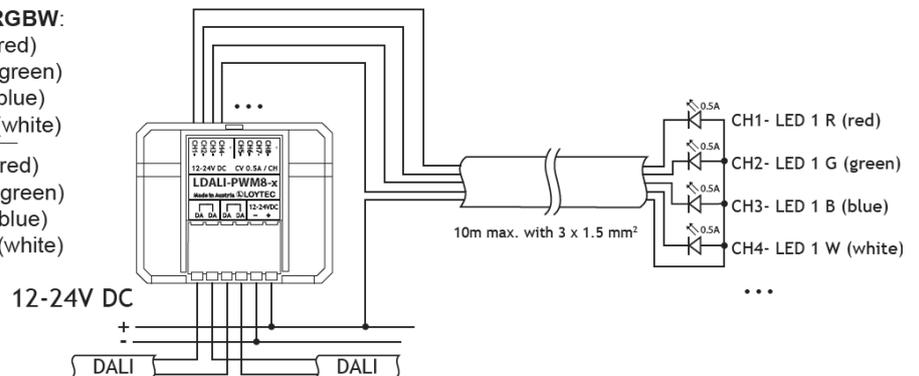
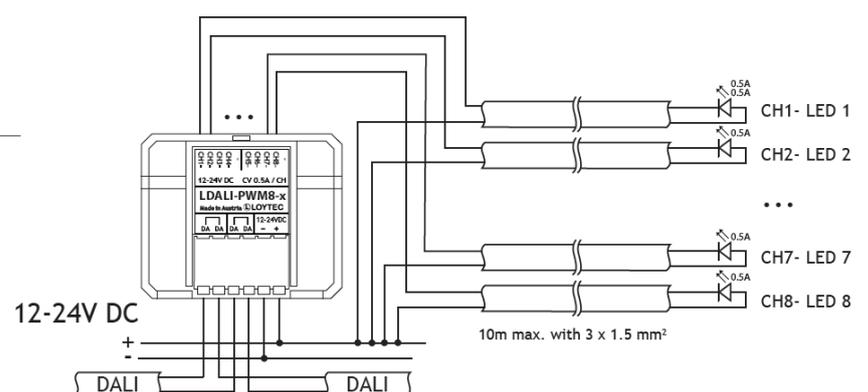

Abbildung 44: LDALI-PWM8 Verdrahtung
Abbildung 46: LDALI-PWM8-RGBW Verdrahtung
- Beachten Sie die Verdrahtungspläne in Abbildung 44 bis Abbildung 46. Verwenden Sie keine Einzelleiter für den Anschluss von LED-Streifen.